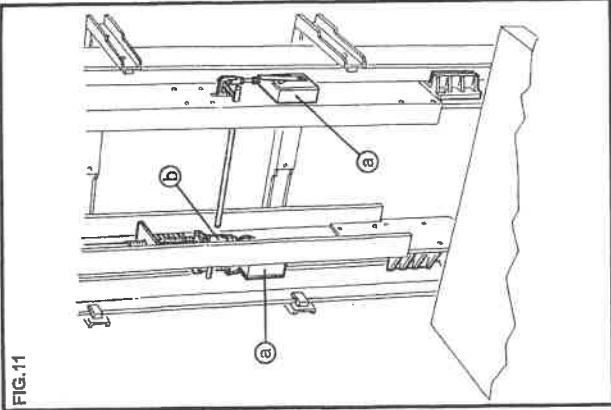

FIG. 11
c) Paracadute - Fig. 11/a
Contemporaneamente interviene un microinterruttore che blocca la macchina elettricamente - Fig. 11/b
- Quando la piattaforma si è bloccata, chiamarla dal piano alto. Se la pompa non entra in funzione, ciò significa che il paracadute è intervenuto ed ha premuto il microinterruttore di sicurezza - Fig. 11/b.